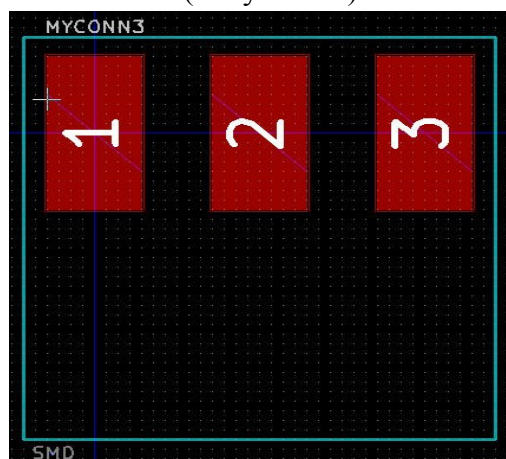

Рисунок 33 Контур посадочного места
**графические линии или полигоны**  в правой инструментальной панели. Проведите контур соединителя вокруг компонентов (Рисунок 33).